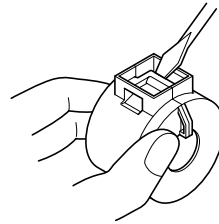

Fig. 3-1
■ L'anello di ferrite è normalmente confezionato in modo da restare aperto, come mostrato in Fig. 3-2. Se si trova l'anello di ferrite chiuso, aprirlo utilizzando un oggetto appuntito per far leva sul dispositivo di chiusura di plastica dell'anello di ferrite, come mostrato in Fig. 3-1. Durante l'apertura, fare attenzione a non danneggiare il nucleo di ferrite o il dispositivo di chiusura di plastica.